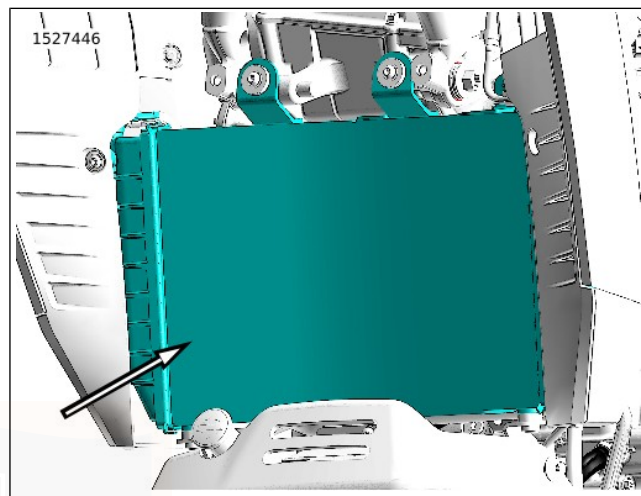

Abbildung 78. Kühlerlamellen
1. Siehe Abbildung 78. Ablagerungen von den Kühlerlamellen entfernen.